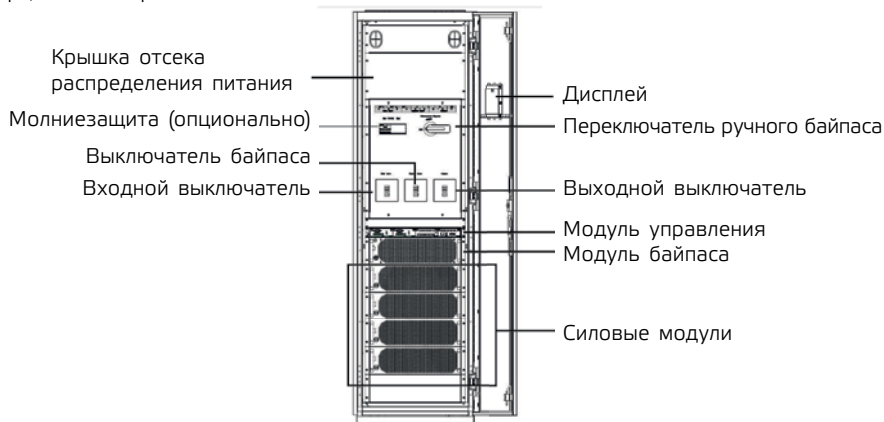

Рис. 1-5 Структура ИБП 200 кВА (полная конфигурация)
2. На Рис. 1-5 показана конструкция ИБП мощностью 200 кВА в полной конфигурации. Передняя дверца ИБП открыта.